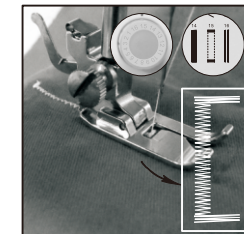

Fig.17
- (4) Valitse ommel #15, laita vaihde päälle ja ompele 5-6 ommelta hiljaisella vauhdilla ja käännä sitten valitsin pois päältä (fig.17).